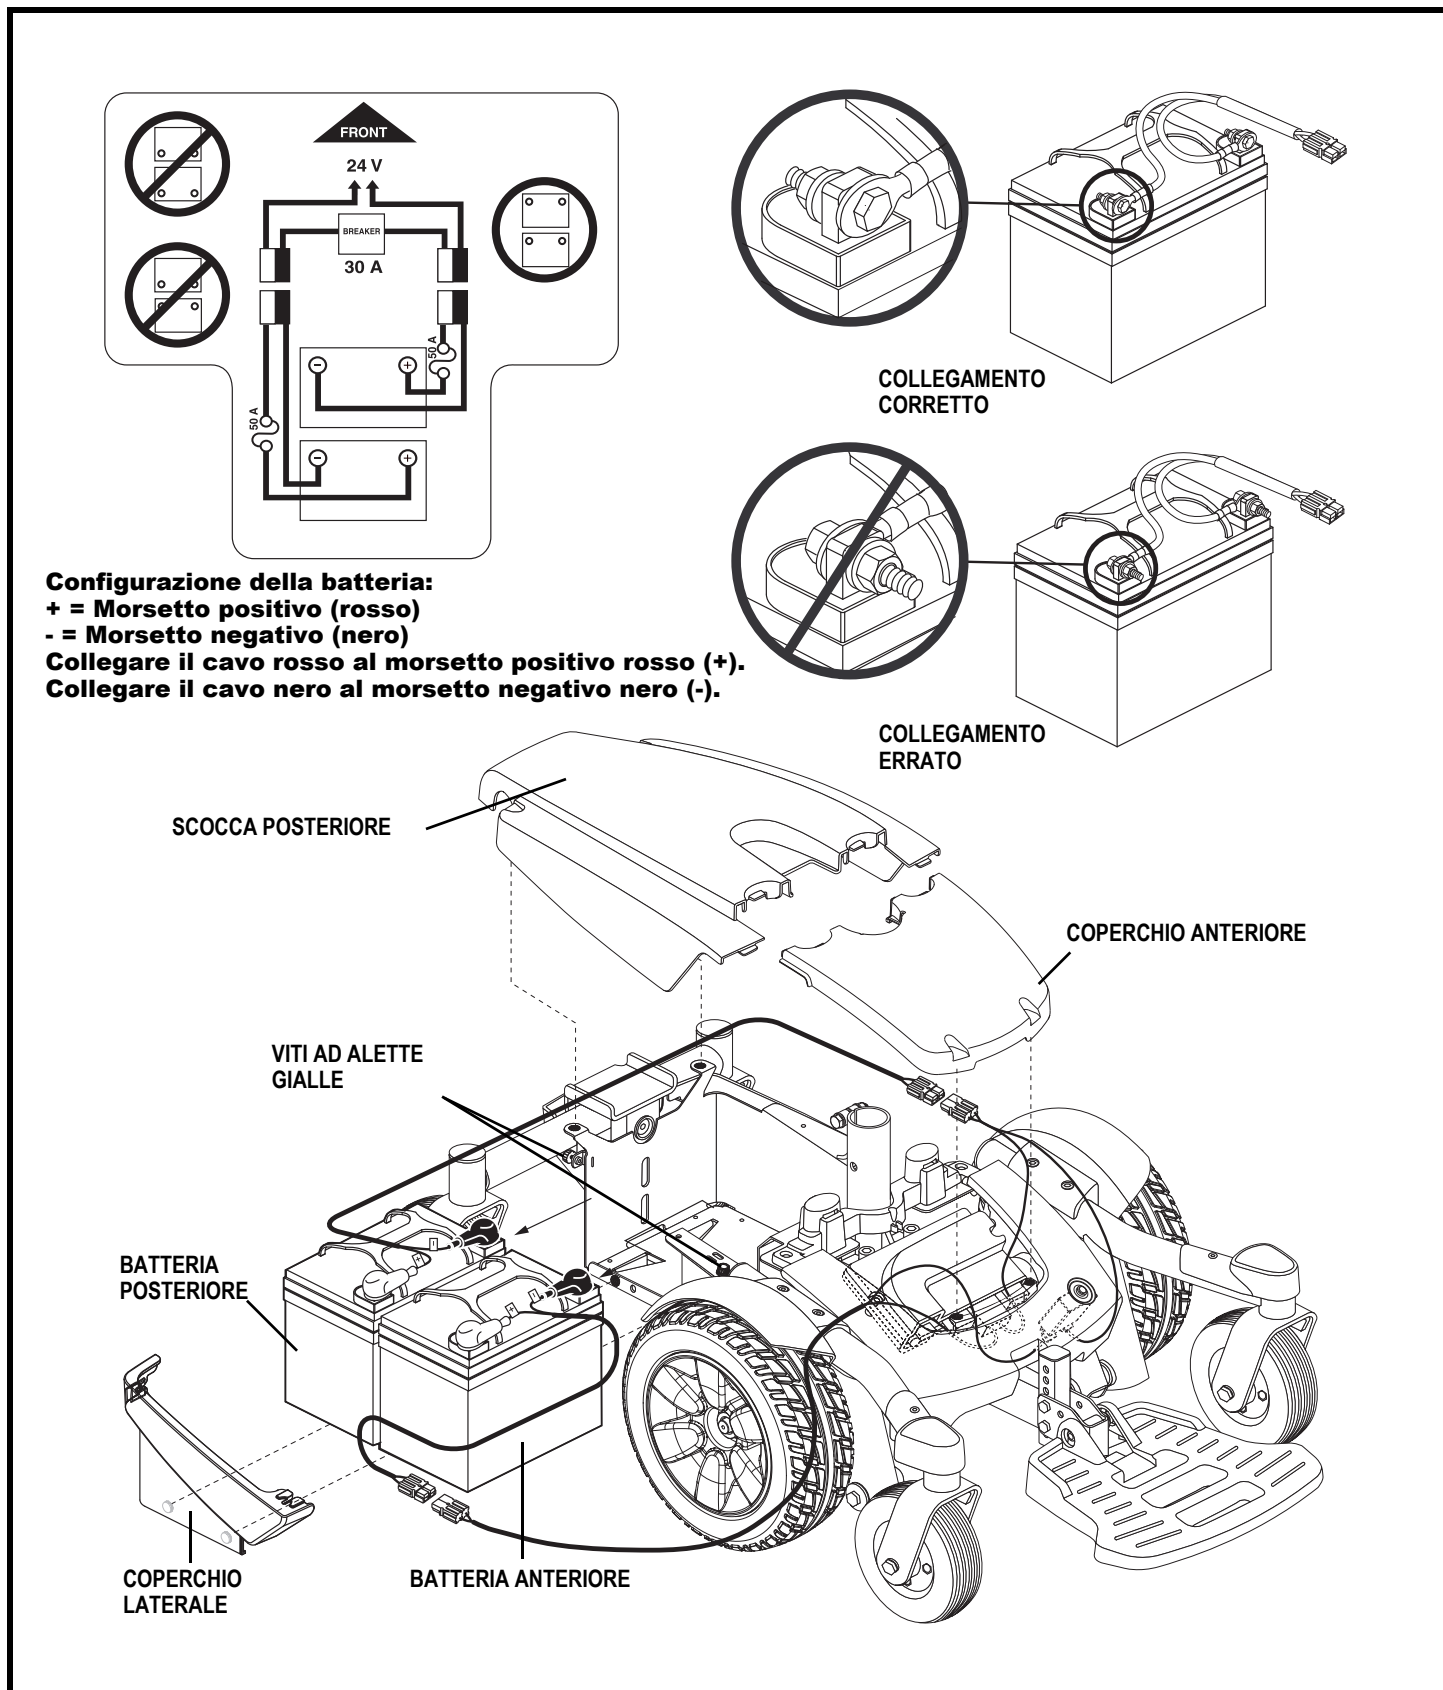

Figura 18. Installazione della batteria (sedile rimosso per chiarezza)
3. Rimuovere la scocca posteriore. **Vedere figura 18.**
5. Scollegare il cablaggio della batteria posteriore dalla base elettrica. **Vedere figura 18.**
8. Scollegare il cablaggio della batteria anteriore dalla base elettrica. **Vedere figura 18.**
10. Rimuovere i cablaggi batteria dalle vecchie batterie e installarli sulle nuove batterie. Verificare che i morsetti siano posizionati in direzione corretta. **Vedere figura 18.**
11. Reinserire la batteria anteriore nella base elettrica. Verificare che i morsetti della batteria siano rivolti verso la parte anteriore della base. **Vedere figura 18.**
14. Reinserire la batteria posteriore nella base elettrica. Verificare che i morsetti della batteria siano rivolti verso la parte anteriore della base. **Vedere figura 18.**